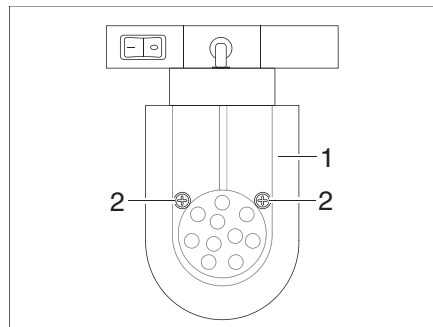

Bild 315 LED-Spotleuchte (verschiebbar)
- Befestigungsschrauben (Bild 315,2) lösen.
- Lampenglas (Bild 315,1) vorsichtig abnehmen.